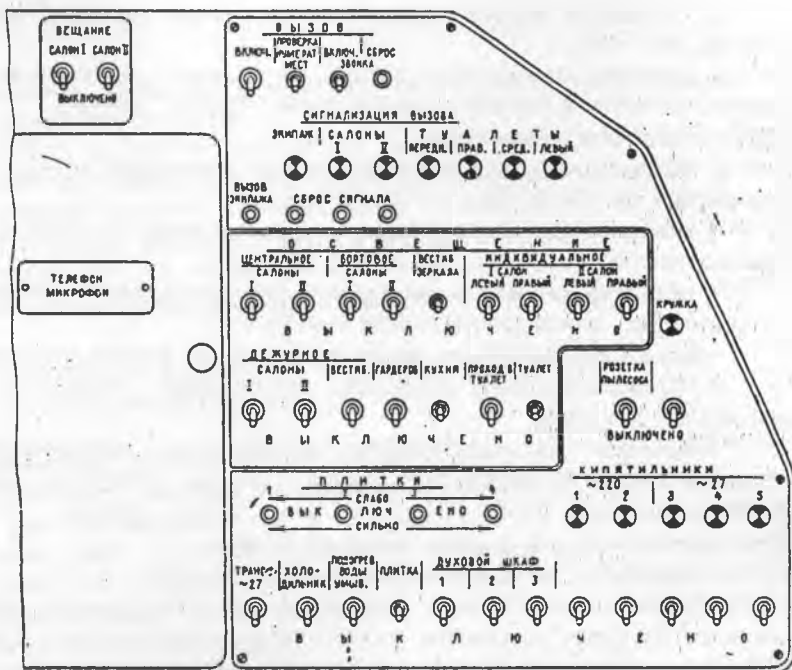

Рис. 18. Щиток бортпроводника.
- включите на электрошитке бортпроводника выключатели светильников первого туалетов, кухни и вестибюлей (рис. 18).